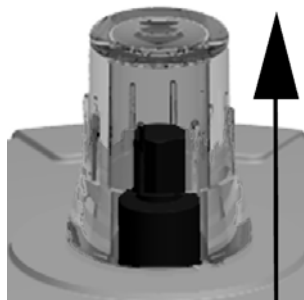

Abb. 20
- ▶ Antrieb in „Stellung AUF“ bringen, siehe Abb. 20